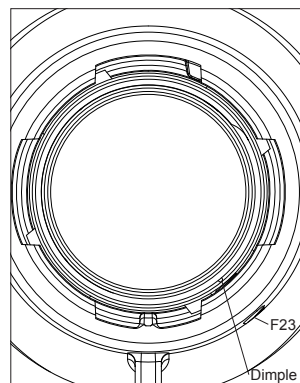
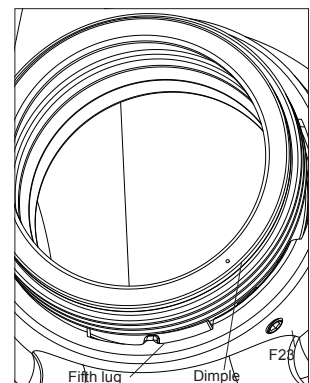

Рис. 6G
Рис. 6J
3. Если винта-фиксатора нет, убедитесь в правильной установке головки-заглушки для присоединения пожарного рукава - как показано на Рис.6G и головки-заглушки для пожарного насоса Рис.6J. Затем установите винт-фиксатор поз.F23 (M10мм x 16мм из нержавеющей стали).
4. На верхней плоскости присоединительной части заглушки для пожарного рукава (поз.F20) – должна быть отметка («ямочка»), которая должна совпасть с осью винта-фиксатора (поз.F23) как показано на Рис.6G.
5. На присоединительной части заглушки для присоединения пожарного насоса такая отметка находится на плоскости конца со стороны крышки головки-заглушки для присоединения пожарного насоса (Рис. 6J).